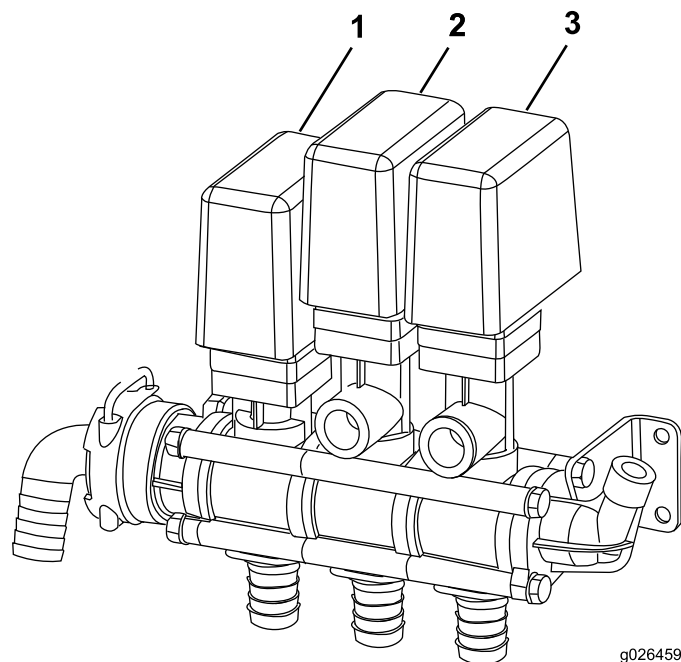

Figur 4
**Merk:** O-ringene og avstandsstykkene kan falle ut. Bruk Figur 4 for å sikre at de holdes på plass (Figur 4).